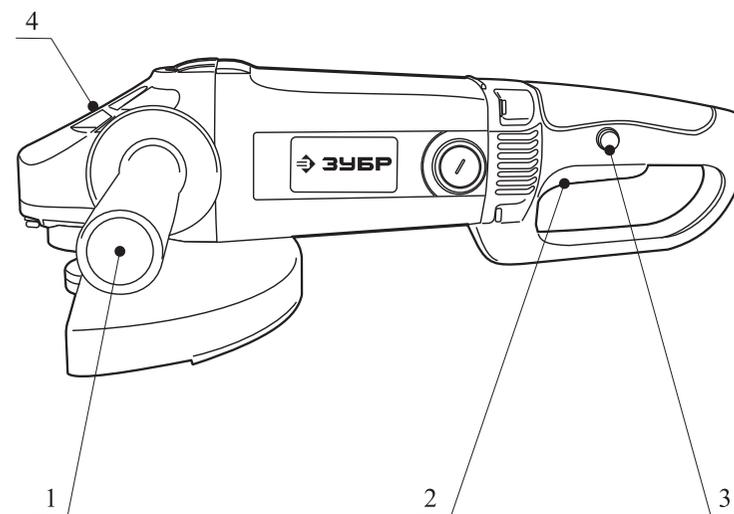

Рисунок 1.
4.4 Для защиты от случайного включения данная модель угловой шлифовальной машины оборудована системой "безопасного пуска", для включения необходимо нажать кнопку 3 (рис.1) и только после этого с помощью выключателя 2 (рис.1) осуществить пуск машины.